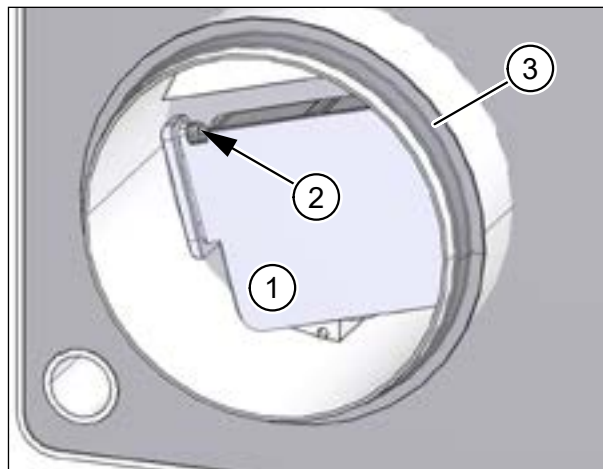

Рис. 34: Проверить воздушный клапан на вытяжном патрубке и уплотнители
- ▶ Убедитесь, что воздушный клапан (поз. 1 на рис. 34) на вытяжном патрубке находится точно в креплении (поз. 2 на рис. 34).
- ▶ Проверьте, чтобы уплотнители (поз. 3 на рис. 34) вокруг вытяжных патрубков на задней части вентблока не были повреждены. Иначе они должны быть немедленно заменены.
- Для облегчения монтажа аппарата (см. раздел 11.6 на стр. 36) можно нанести моющее средство или вазелин на уплотнители (поз. 3 на рис. 34) на патрубках.